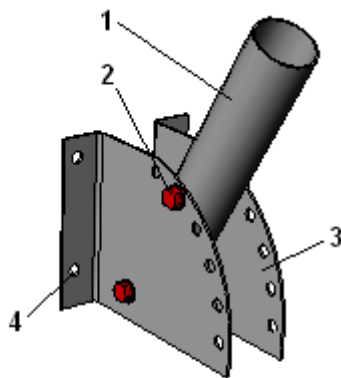
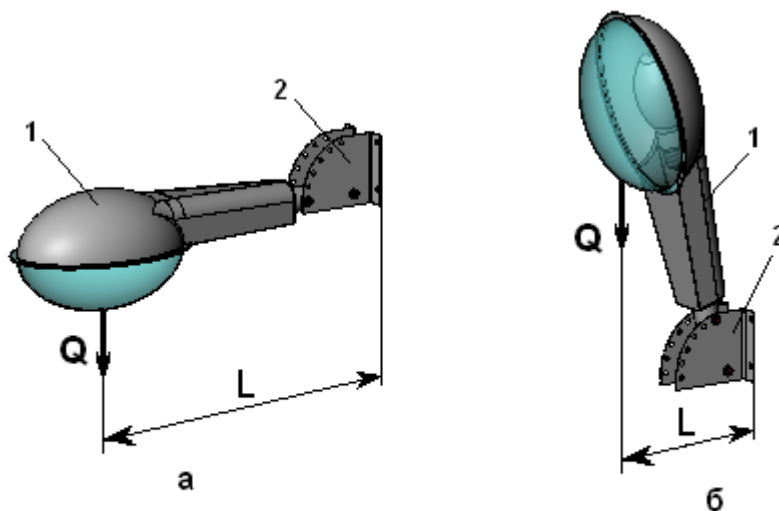
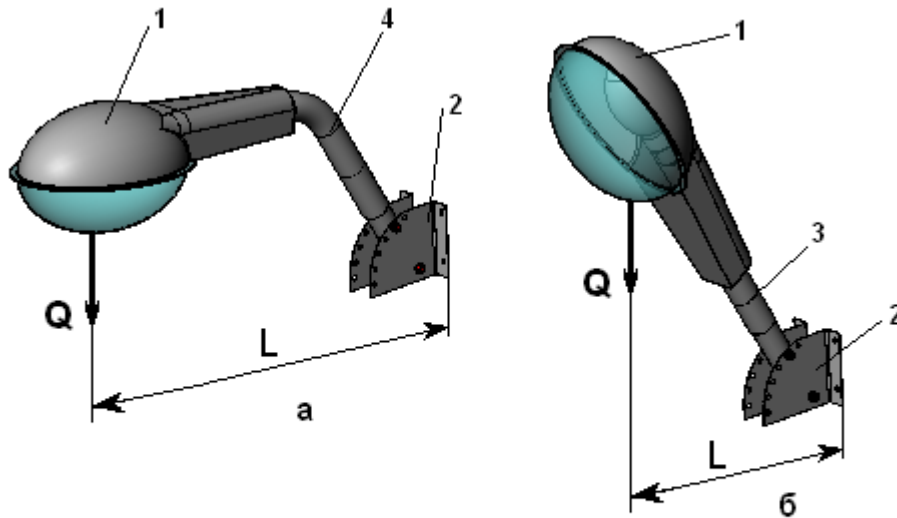

Рис. 1. КРСТ
Рис. 3. Крепление светильника непосредственно на КРСТ
Рис. 4. Крепление светильника на КРСТ через трубчатый удлинитель
1.1. Кронштейн КРСТ (рис. 1) предназначен для крепления светильника к вертикальной стене.
- 1.1. Наружный диаметр трубы 1 (рис. 1, 2) – 45 мм, толщина стенки трубы – 1,5 мм. Светильник может крепиться непосредственно на этой трубе (рис. 3), либо с помощью трубчатого удлинителя (рис. 4).
- 1.2. КРСТ крепиться к стене четырьмя болтами или дюбелями. Диаметр крепёжных отверстий 4 (рис.1) – 9 мм.
2.5.1. Рис. 3а. Вес светильника $Q = 6$ кг, Расстояние от стены $L = 0,6$ м.
2.5.2. Рис. 3б. Вес светильника $Q = 11$ кг, Расстояние от стены $L = 0,4$ м.
2.5.3. Рис. 4а. Вес светильника $Q = 11$ кг, Расстояние от стены $L = 3,0$ м.
2.6.2. В случае использования удлинителя (рис. 4) необходимо, чтобы размер L не превышал 1,3 м. Обратите внимание, что *расстояние L* измеряется перпендикулярно стене, а не вдоль удлинителя.
4.1. КРСТ (рис. 1) состоит из двух щёк 3, изготовленных из листовой стали, и закреплённой между щеками стальной трубы 1. Обе щеки и труба стянуты болтами 2 с гайками. Щёки и труба окрашены порошковой эмалью, болты и гайки – оцинкованы.